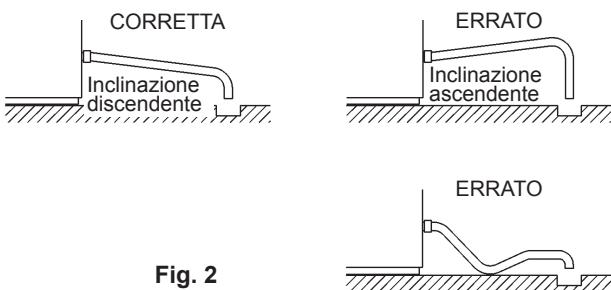

Fig. 2
- \* Per prevenire la contropressione nel deposito di raccolta cubetti, il tubo flessibile di uscita deve essere disposto come indicato in Fig. 2